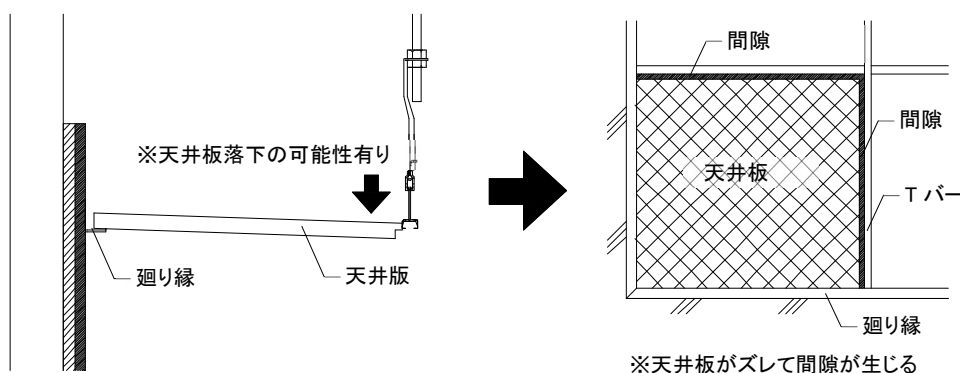

図2-8-1 天井板切断の誤り例 (指定寸法より短い場合)
- ②壁際周辺の天井板については、現場で必要寸法を実測して切断して天井板を載せ掛ける。設置時は、以下の点に留意すること。
- 5) 壁際やコーナー部の天井板を設置の際、指定寸法より短い場合はTバーとの間に隙間が空き天井板が落下する恐れがある為、必ず指定寸法で切断すること。(図2-8-1 参照)